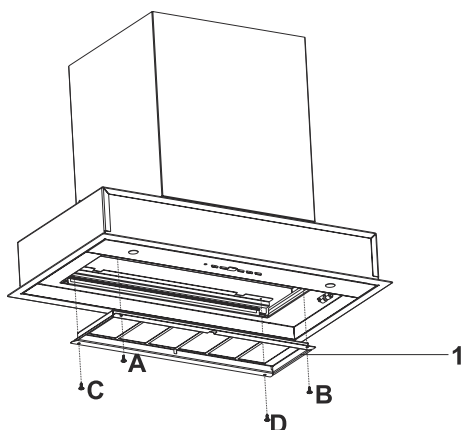

Fig. 7
2. ➔ Placera aluminiumplattan för kolfiltret i fläkten och skruva fast den vid punkterna A, B, C och D med 4 skruvar (Fig. 7).